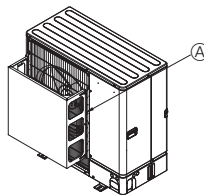
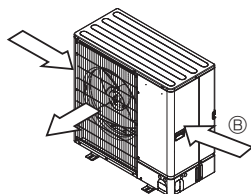

Fig. 2-5
Fig. 2-6
② Ugradite opciono usmerivač vazduha ako je jedinica montirana na mestu gde veoma jaki tajfunski i sl. vetrovi, mogu direktno da uđu u odvod vazduha. (Fig. 2-5)
③ Usmerivač odvoda vazduha
③ Postavite jedinicu tako da odvod vazduha duva okomito u odnosu na pravac duvanjanja vetra, ako je moguće. (Fig. 2-6)
④ Pravac vetra